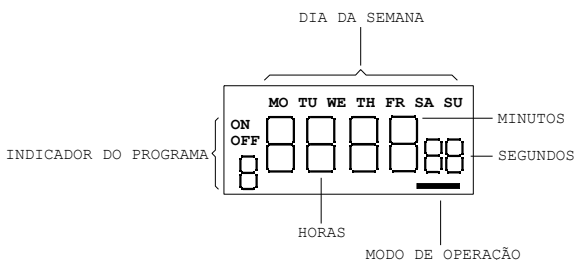

Figura 04 - Identificação dos elementos do Visor
Pressione a tecla **TIMER** para ter acesso e determinar os programas ON/OFF. O número do programa sob ajuste é mostrado à esquerda do visor. Observe Figura 04. O primeiro ajuste refere-se ao programa 1, e determina o momento de LIGAR (ON) a saída. Note que a mensagem **ON** é mostrada sobre o número do programa.